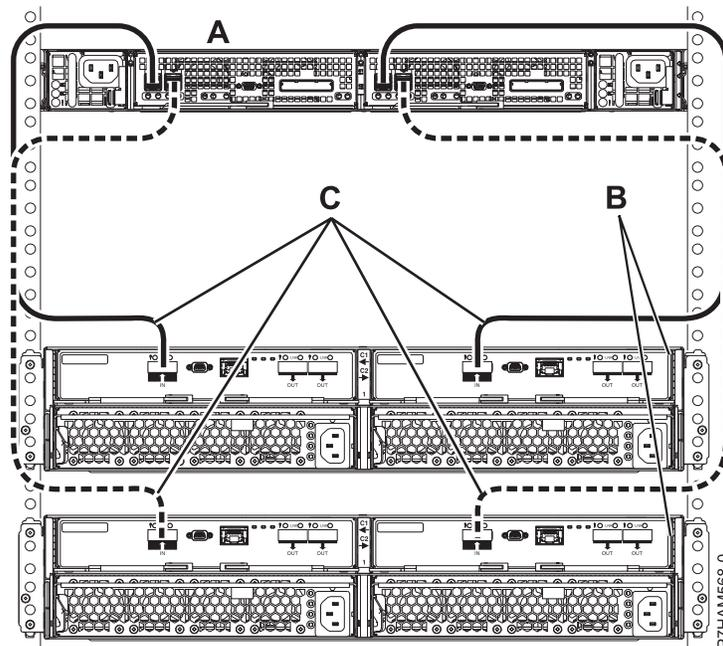

Figure 40. Connexion de mode 1 de deux boîtiers d'unité de disque 58/87 en utilisant des câbles EX reliés à un boîtier de stockage PCIe
- Effectuez la connexion de mode 1 de deux boîtiers d'unité de disque 58/87 (B) en utilisant des câbles EX (C) reliés à un boîtier de stockage PCIe avec prise en charge de tiroirs de disque SAS (A), comme illustré dans figure 40.
- Chaque adaptateur interne du boîtier de stockage PCIe (A) peut accéder à l'autre adaptateur et à toutes les baies d'unité de disque.
- Les deux câbles EX (C) d'un même boîtier d'unité de disque 58/87 doivent être reliés au même port numéroté sur le boîtier de stockage PCIe, comme illustré dans figure 40.